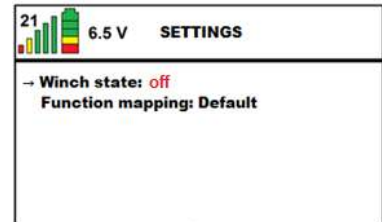

Abbildung 51
- Deaktivieren Sie die Seilwinde, indem Sie im Menü der Fernbedienung den **Winch state** auf **OFF** setzen (siehe *Abbildung 51*).